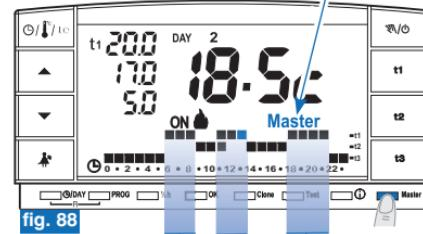

fig. 88
- en los períodos en los que el programa (perfil) registra el nivel de temperatura **confort** (t1) la termorregulación no es controlada por el Máster (controla la zona de acoplamiento) sino por los respectivos transmisores de cada zona. En la pantalla sigue apareciendo el mensaje **Máster** (fig. 88).